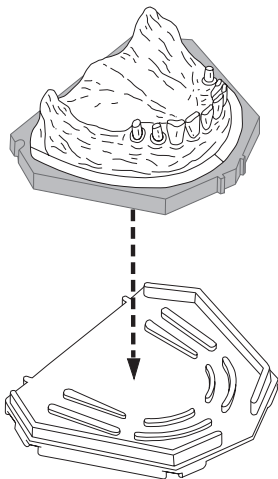

Fig. 2
8. Backa basplattan till läge "eject" och tryck ut modellen genom att försiktigt pressa Accu-Trac mot basplattan med jämnt tryck för att undvika att modellen går sönder (Fig. 2).